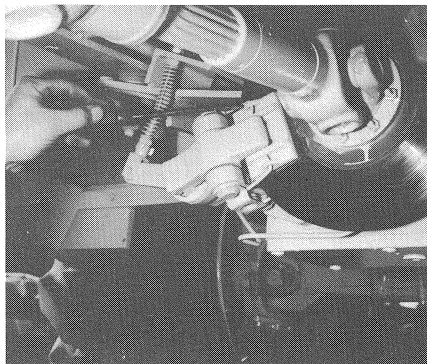

Bild 54
(1) Feststellbremse lösen.
(2) Mit Montiereisen Haltefedern aus dem Bremsklotz heraushebeln (Bild 54/Pfeil).